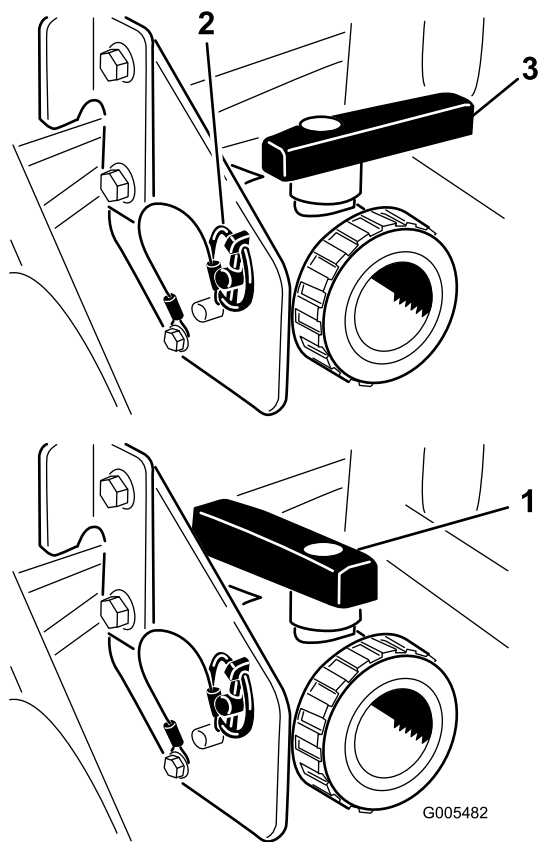

Figura 28
Abra a válvula para escoar do depósito qualquer material não usado e eliminá-lo de acordo com as normas locais e as instruções do fabricante (Figura 28). Depois de vazio, remova o pino de sujeição no suporte que segura a válvula de escoamento à máquina e deixa a válvula poisada no chão. Isto permite que escoar qualquer material residual da linha.
3. Quando o depósito estiver escoado na totalidade, instale a válvula na estrutura com o pino de sujeição removido previamente e feche a válvula de escoamento (Figura 28).